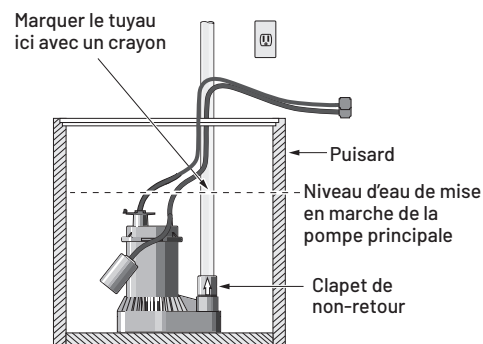

FIGURE 1 : MARQUER LE NIVEAU D'EAU DE « MISE EN MARCHÉ » SUR LE TUYAU
- Repérez le niveau d'eau élevé dans votre puisard (le niveau d'eau à partir duquel la pompe de puisard déjà en place [principale] se met en marche; consultez la figure 1). Coupez l'alimentation électrique de la pompe et marquez ce point sur le tuyau d'évacuation avec un crayon ou un marqueur.
- Faites la deuxième coupe dans le tuyau d'évacuation à la marque de crayon, comme illustré à la figure 1. Nettoyez les extrémités du tuyau avec un linge en tissu et mettez de côté la pièce coupée du tuyau d'évacuation.